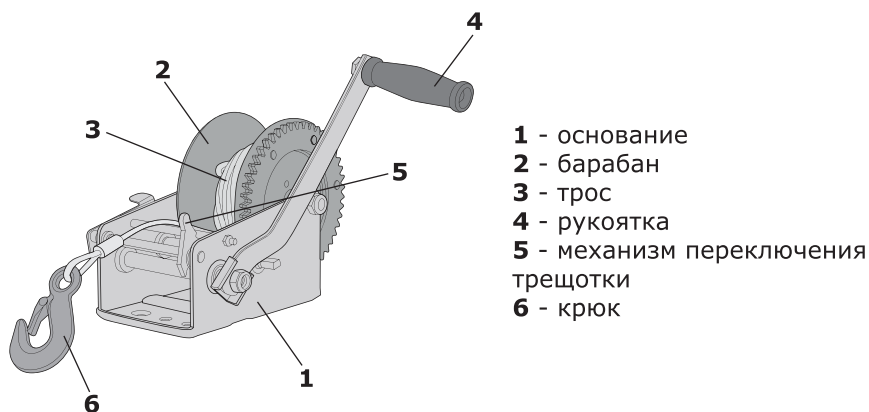

рис. 1
1.5 Общий вид лебёдки схематично представлен на рис.1
LBR-540 - на 3-х осях между вертикальными пластинами закреплены: барабан с ведомой шестерней (рис.1 поз.2) с намотанным гибким тросом (рис.1 поз.3) и крюком (рис.1 поз.6); рукоятка (рис.1 поз.4) с ведущей шестерней; механизм грузоподъемного тормоза (трещётка рис.1 поз.5)
LBR-1100 - на 4-х осях между вертикальными пластинами закреплены: барабан с ведомой шестерней (рис.1 поз.2) с намотанным гибким тросом (рис.1 поз.3) и крюком (рис.1 поз.6); рукоятка (рис.1 поз.4) с ведущей шестерней; ось с промежуточной зубчатой передачей. Данная модель имеет двухступенчатый редуктор увеличения крутящего момента; механизм грузопорного тормоза (трещотка рис.1 поз.5)